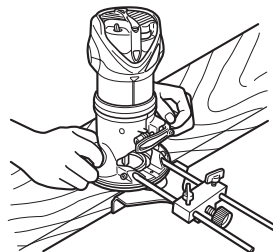

Fig. 14
- ④ Comme indiqué sur la Fig. 14, fixer solidement le fond du socle sur la surface traitée du matériau. Faire avancer la toupie tout en maintenant le plan du guide sur la surface du matériau.